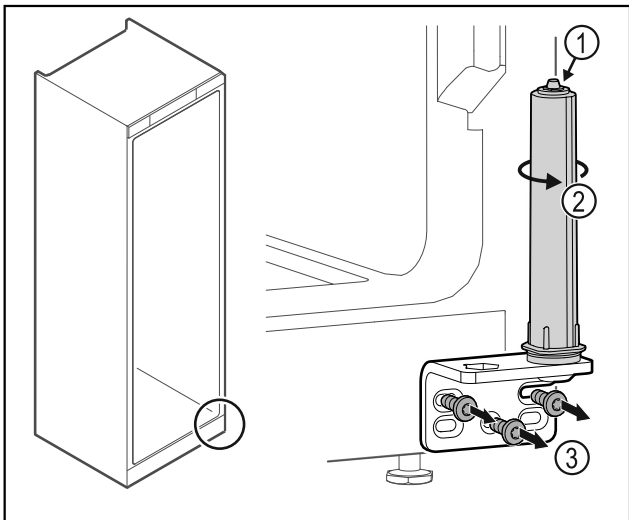

Fig. 27
- ▶ Μην αποσυναρμολογείτε το σύστημα κλεισίματος πόρτας Fig. 27 (1).
- ▶ Περιστρέψτε το σύστημα κλεισίματος Fig. 27 (2), μέχρι να κάνει κλικ.
- ▶ Ξεβιδώστε τη γωνία μεντεσέ Fig. 27 (3).